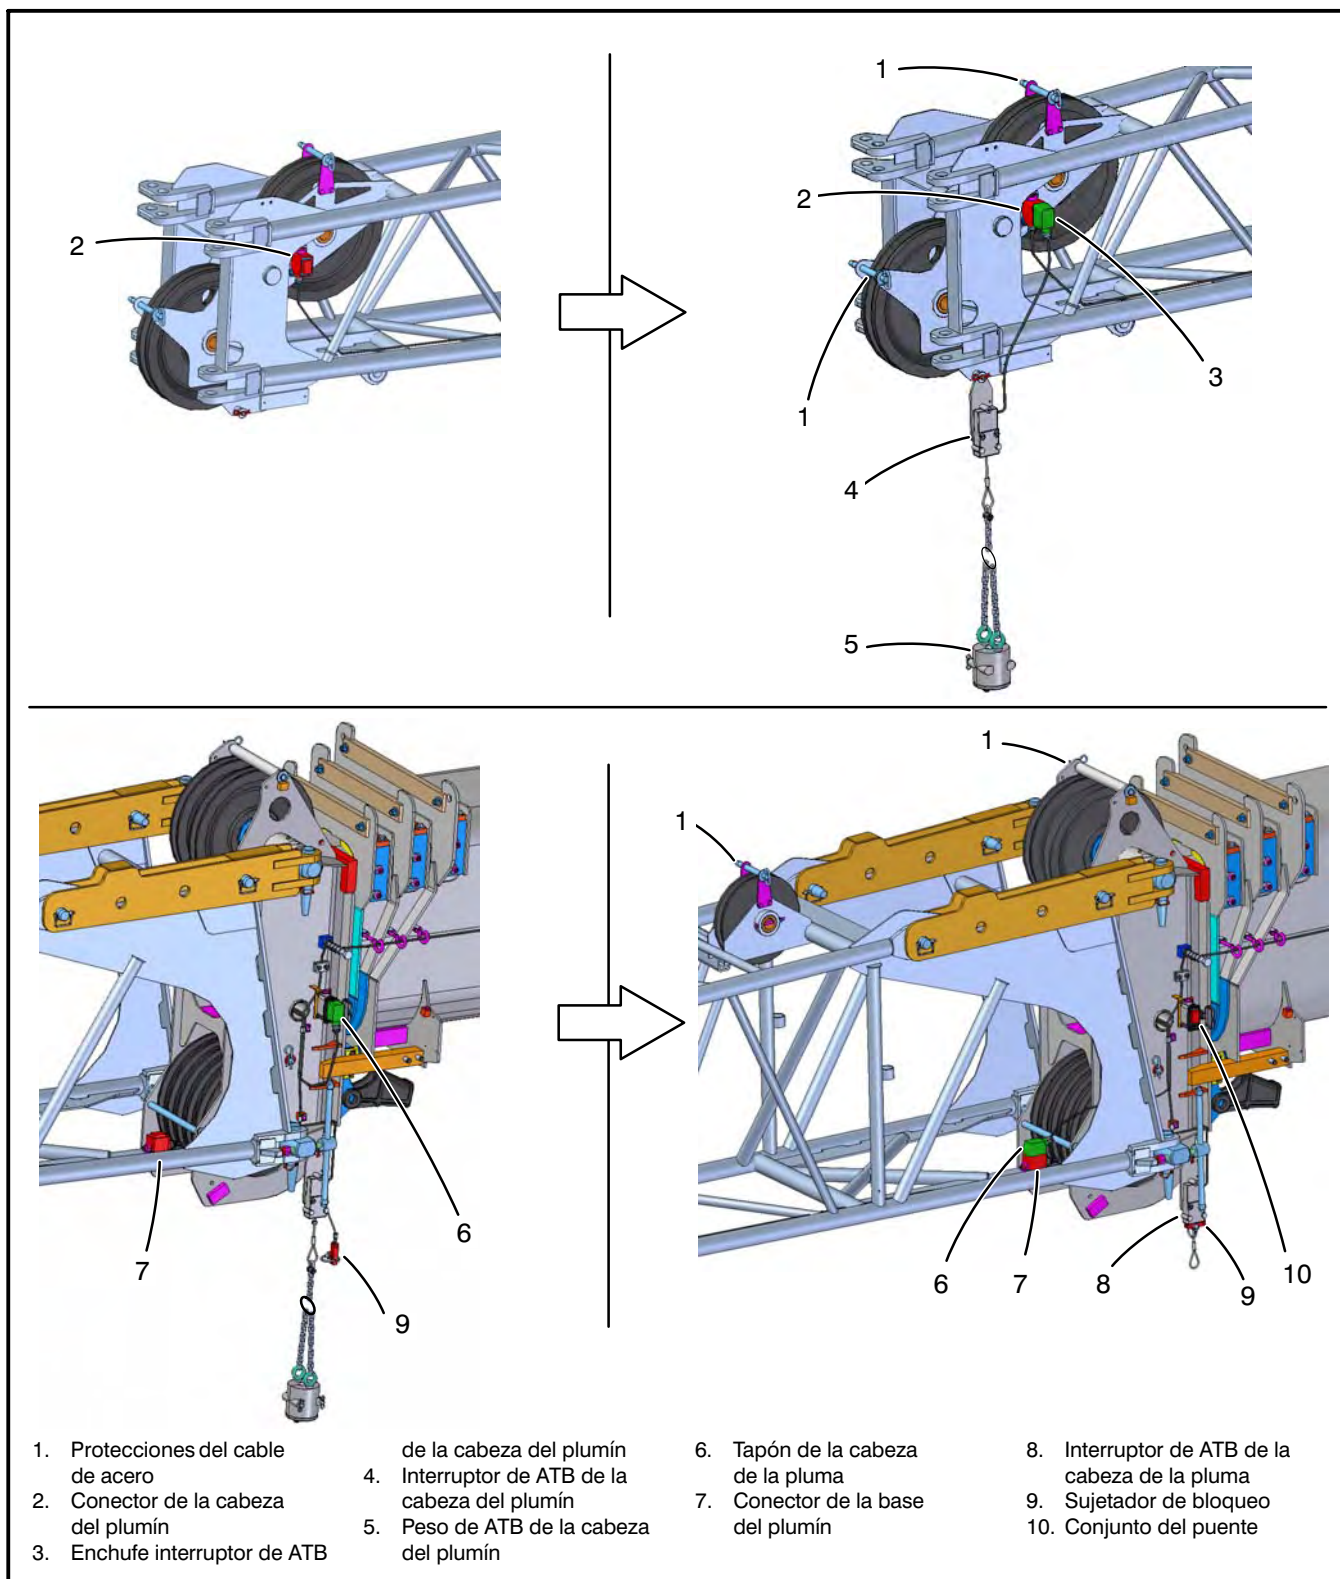

Figura 4–8
10. Retire todas las protecciones del cable de acero de las roldanas de la base del plumín y los deflectores de la cabeza del plumín. Consulte la Figura 4–8.